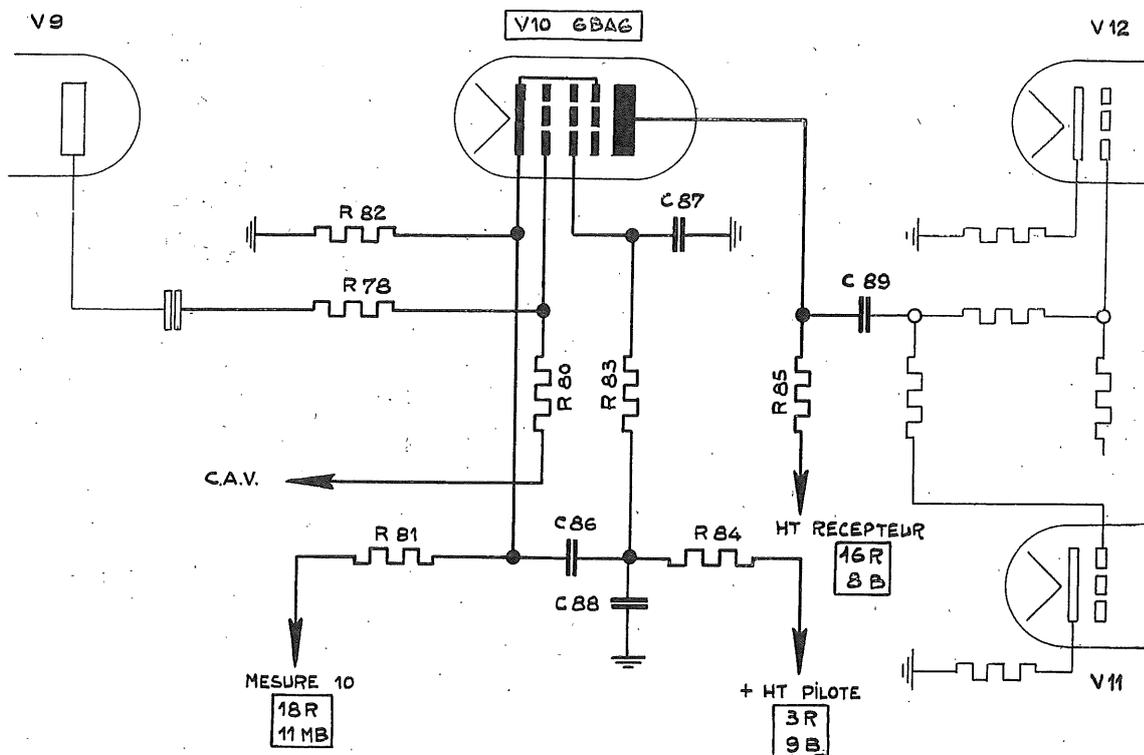

Fig. 11 - *Préamplificateur BF*
f) *Préamplificateur BF* (fig. 11).